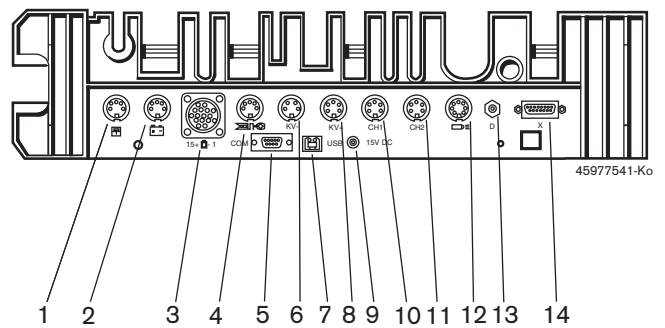

Fig. 3: Anslutningslist mätenhet (nedifrån)
2. Anslut sensorer till de avsedda kortplatserna på mätenheten (se Fig. 3). Strömtång 1000 A och adapterledningen 1 684 465 513 ansluts bara vid behov.